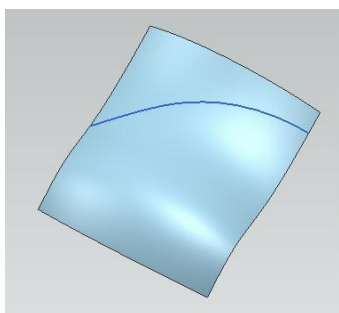
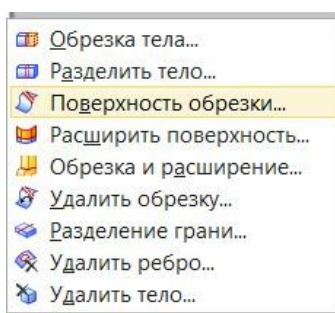
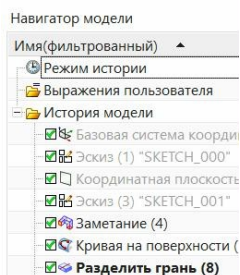

рис.81
рис.82
рис.85
- Представьте себе, что на рис.81 вы хотите обрезать поверхность по синей линии. Для этого нужно обратиться к группе команд «**Вставить \ Обрезка**» (рис.82).
- Перевод названия команды не очень удачный, но вызовите команду «**Вставить \ Обрезка \ Поверхность обрезки**» (рис. 82).
- Действительно, иногда хочется **не разрезать** поверхность, а просто **разделить** её на две части. Как это сделать? Вот этой командой - «Вставить \ Обрезка \ **Разделение грани**» (рис.82).
- Исходная ситуация на рис.81. Вызываем нашу команду, указываем поверхность и разделяющую кривую. В *рабочей области* ничего не меняется. В *навигаторе модели* появляется только новая строка – «Разделить грань» (рис.85). Но никакого разделения поверхности пока нет!